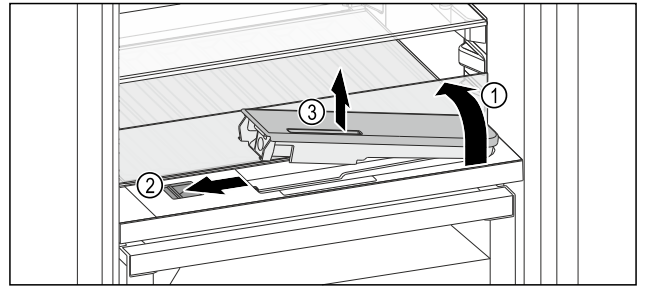

Fig. 188
- ▶ Glasplatte anheben und bis zum Anschlag nach hinten klappen Fig. 188 (1).
- ▶ Schieber Fig. 188 (2) nach links schieben.
- ▶ Wassertank entnehmen Fig. 188 (3).